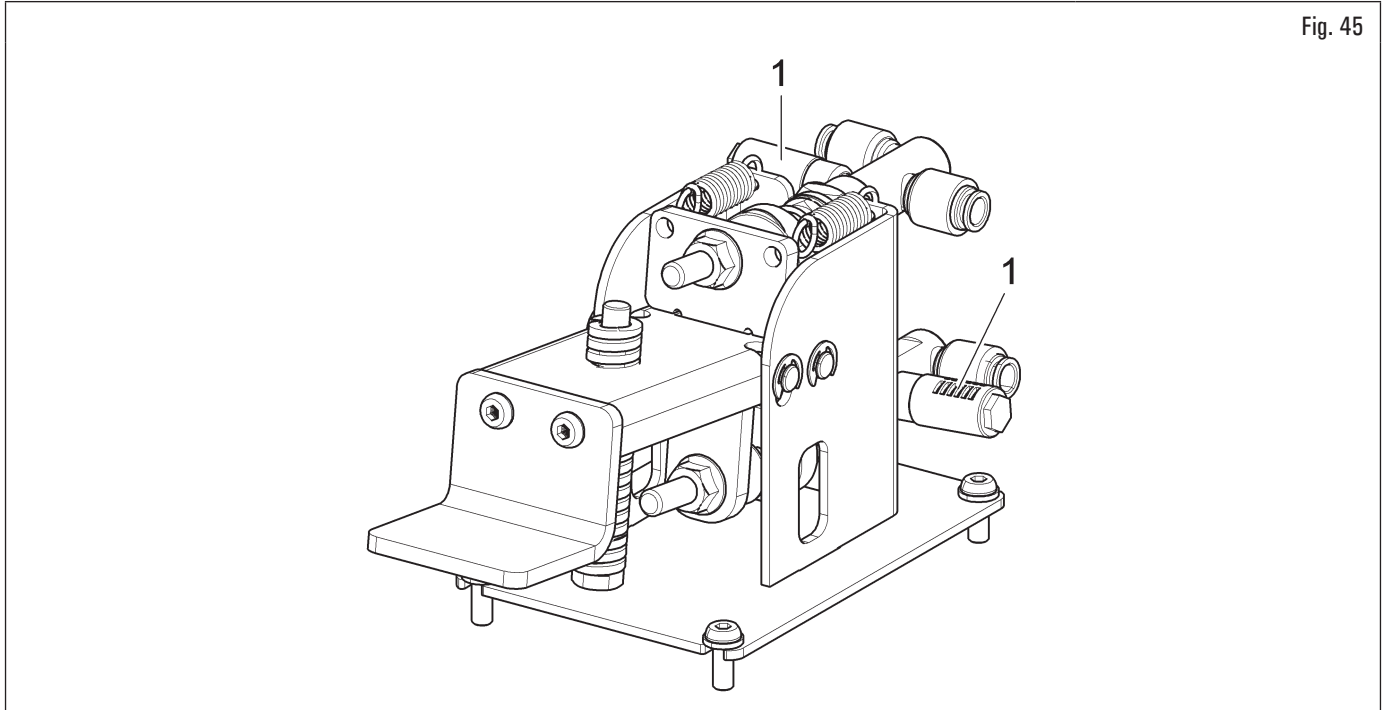

Fig. 45
2. dévisser les silencieux (Fig. 45 réf. 1) situés sur les servodistributeurs de la pédale de gonflage ;